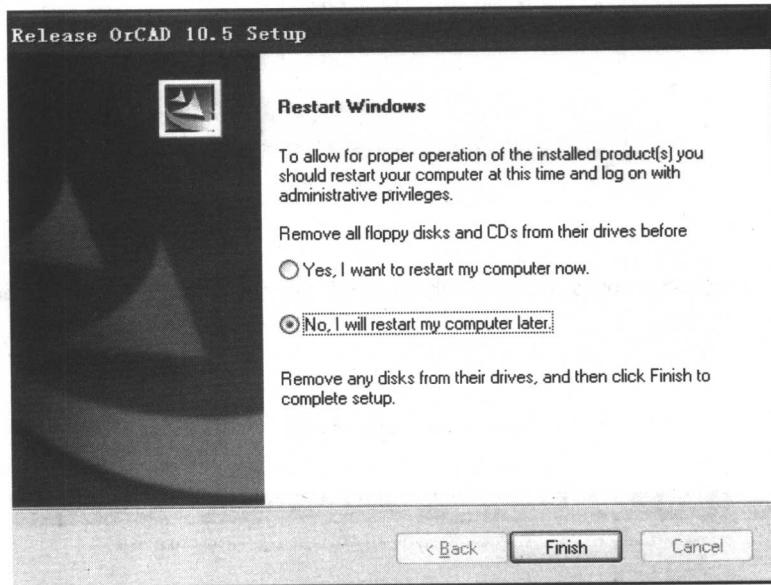

图 1.2.18 安装完成界面
(13)出现安装完成的对话框,选择稍后重启计算机,即点击“No,I will restart my computer later”按钮,如图 1.2.18 所示,单击“Finish”按钮。